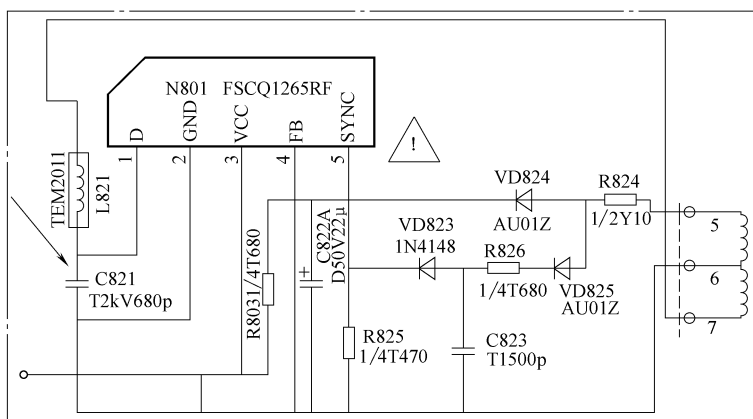

图 5-34 电容 C821 相关电路截图
- 3) 电容 C821 相关电路截图如图 5-34 所示。